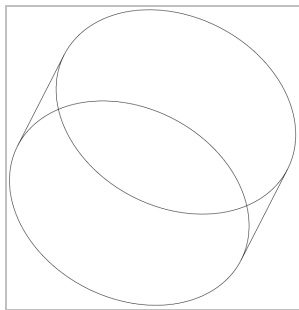

图 1-27 放大视图
(3) 此时鼠标指针呈放大镜状态，单击鼠标左键并向上拖曳，至合适位置后，释放鼠标，即可放大视图，如图 1-27 所示。